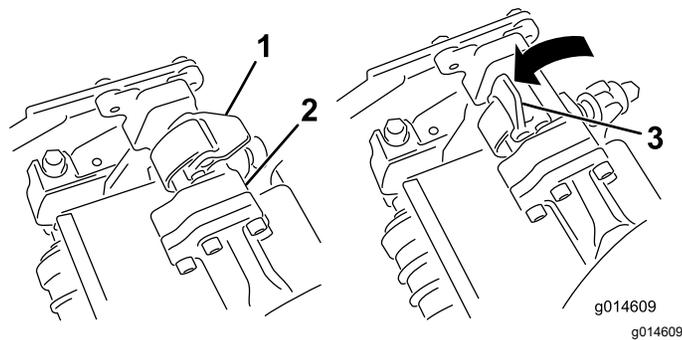
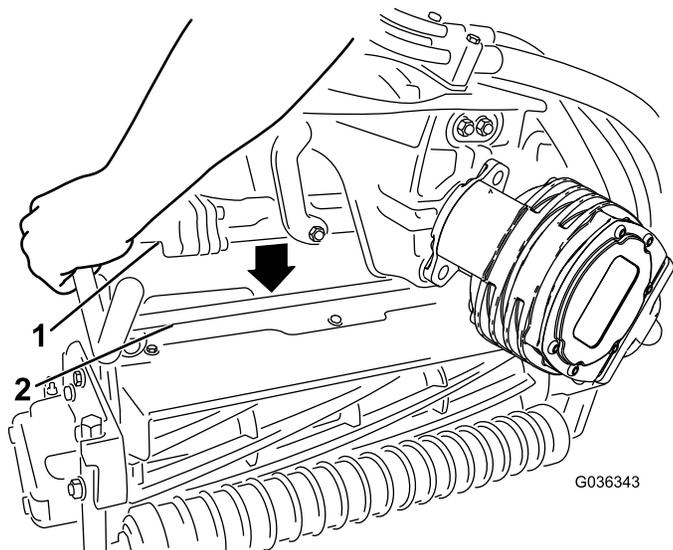

图 54
图 55
4. 当悬挂臂杆上的门锁指向上方即打开时图 54 向下压悬挂臂使悬挂臂杆与滚刀组上方的支架相契合图 55。
5. 向下并绕着滚刀组横杆关闭门锁将它们锁定到位图 54。
5. 打开您正在拆下的滚刀组悬挂臂上的闩锁 图 54。